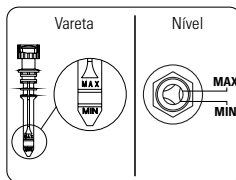
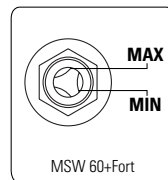

FIGURA 8.6
FIGURA 8.7
1. Verifique o nível de óleo (Figura 8.6) (Para compressores lubrificados).
- Para os compressores lubrificadas verifique o nível do óleo e complete-o se necessário, antes de ligar o compressor. O nível deve estar entre as marcações máxima e mínima da vareta ou do visor de nível de óleo (Figura 8.6). Para o modelo MSW 60+Fort a leitura do visor de nível de óleo é conforme a Figura 8.7